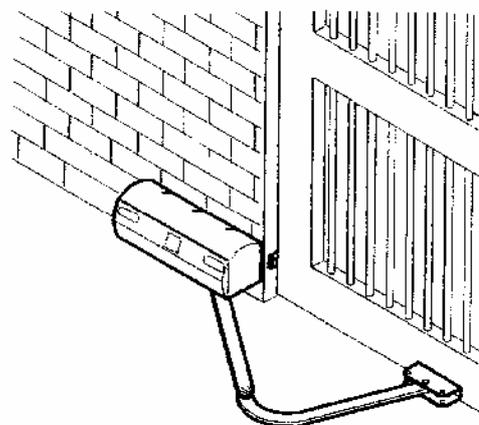

Рис. 5 Установка привода.
- Соберите приводы на воротах рис.5;